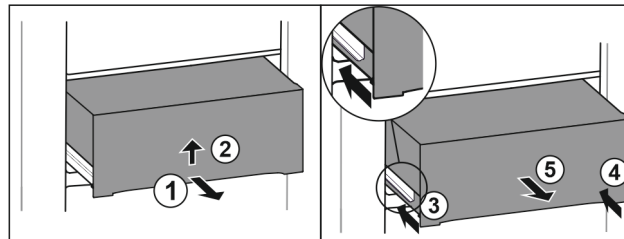

Fig. 68
- ▶ Tirer le tiroir jusqu'à mi-chemin. Fig. 68 (1)
- ▶ Soulevez le tiroir par le bas. Fig. 68 (2)
- ▶ Rentrer le rail de gauche. Fig. 68 (3)
- ▶ Rentrer le rail de droite. Fig. 68 (4)
- ▶ Retirer le tiroir par l'avant. Fig. 68 (5)